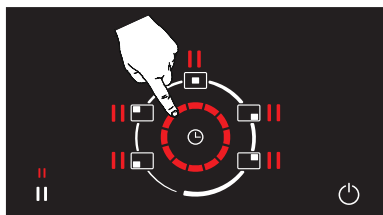

Abbildung 42
Die Start-/Stopp-Funktion wird deaktiviert, indem Sie unmittelbar nach dem einmaligen Drücken der Start-/Stopp-Taste (II) einen Kreis auf dem Drehschieber zeichnen. (Siehe Abb. 42)